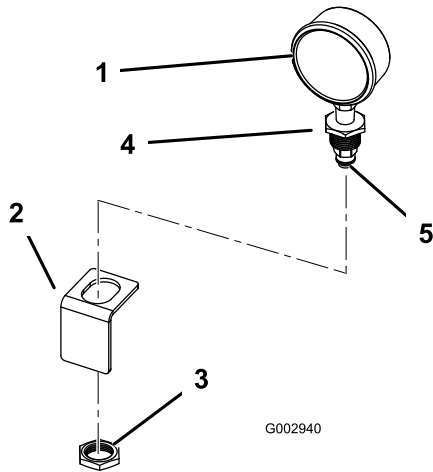

Bild 22
1. Wickeln Sie Teflonband links um das Gewinde des Druckmanometers und setzen Sie die Armatur des Reduzierstücks auf das Druckmanometer (Bild 22).
- Setzen Sie die schwarze Kunststoffarmatur auf die Armatur des Reduzierstücks am Druckmanometer (Bild 22).
- Bauen Sie das Druckmanometer in die Halterung unter der kreisförmigen Öffnung im Innern der Abdeckung des Steuerkastens ein. Befestigen Sie es mit der beiliegenden Mutter (Bild 22).